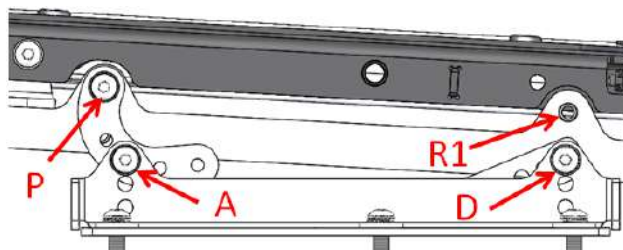

Figura 5-94
- Use una llave Allen número 5 para aflojar los tornillos de P, A y D a ambos lados de la base del asiento. (Figura 5-94). Quite los tornillos de R2 a R1 según la tabla 5-3 si fuese necesario. No apriete los tornillos aún.